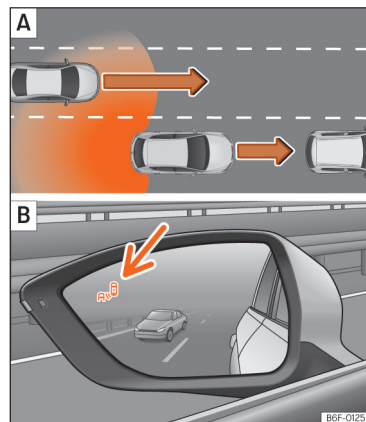
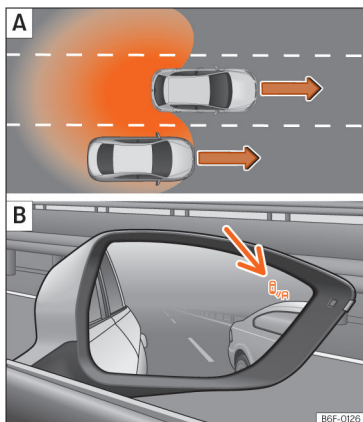

Abb. 115 Schematische Darstellung: **A** Überholen mit Verkehr im hinteren Bereich. **B** Anzeige des Spurwechselassistenten links.
Abb. 116 Schematische Darstellung:
- Bei einer Überholung durch ein anderes Fahrzeug >>> **(Abb. 115) A**.
- Bei Überholung eines anderen Fahrzeugs >>> **(Abb. 116) A** mit einer Geschwindigkeitsdifferenz von ca. 10 km/h (6 mph). Erfolgt die Überholung wesentlich schneller, erfolgt keine Anzeige.
In folgenden Situationen wird die Anzeige in der Kontrollleuchte >>> **(Abb. 115) B** (Pfeil) oder >>> **(Abb. 116) B** (Pfeil) dargestellt: